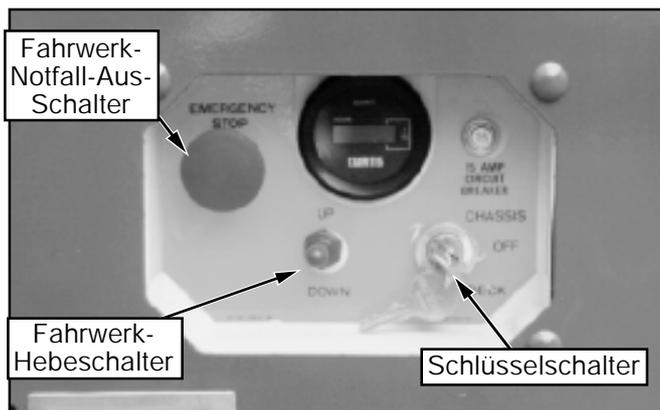

Bild 1: Fahrwerk, linke Seite
9. Drehen Sie die Fahrwerk- und Korb-Notfall-Aus-Schalter auf **AN (ON)** (Bild 1 & 2), indem Sie den Knopf herausziehen.
10. Drehen Sie den Fahrwerk-Schlüsselschalter (Bild 1) auf **FAHRWERK (CHASSIS)**.
11. Drücken Sie den Fahrwerk-Hebeschalter (Bild 1) in die **AUF**-Stellung (**UP**) und lassen Sie die Hubbühne ganz ausfahren.